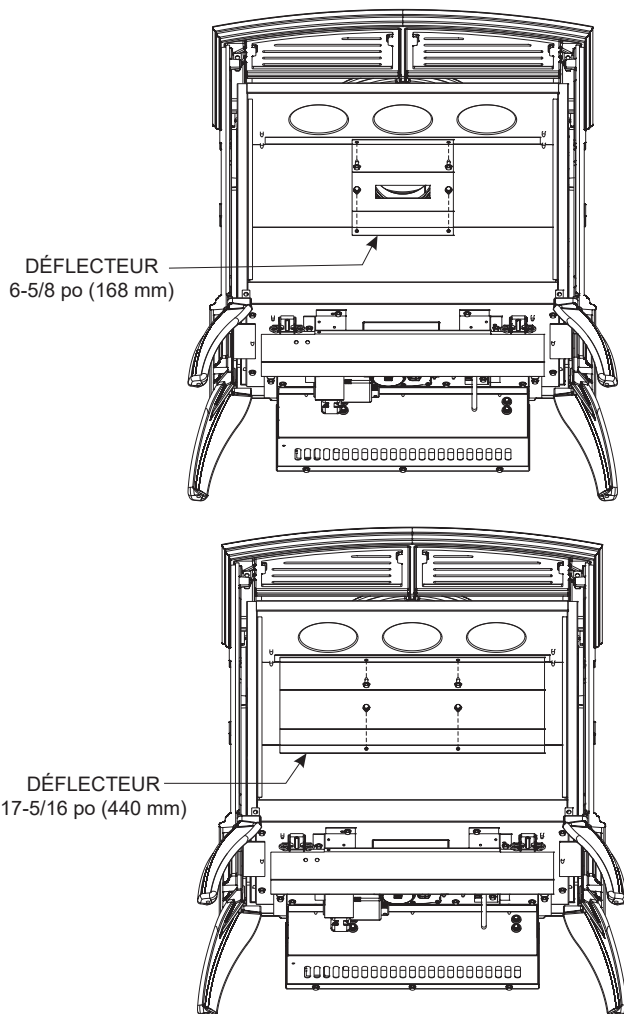

Figure 1
22. Retirer le déflecteur du régulateur de tirage (6-5/8 po [168 mm] de largeur). Poser le nouveau déflecteur du régulateur de tirage (17-5/16 po [440 mm] de largeur). **Voir Figure 1.**